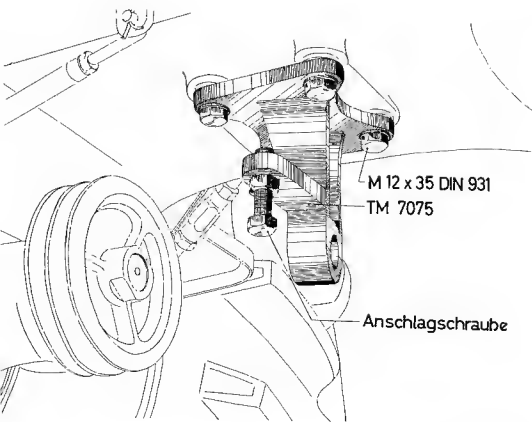
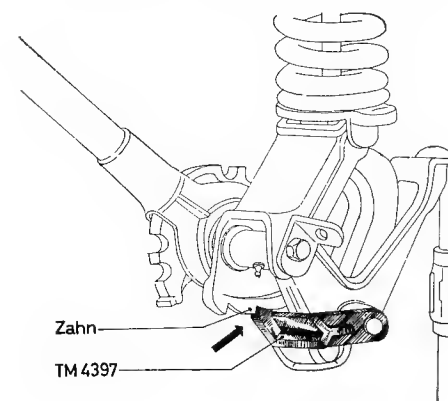

Abb. 4
Abb. 20
3. Die **vordere Lagerplatte** TM 7075 wird durch 4 Sechskantschrauben M 12×35 und den dazugehörigen Federringen an der Anschraubfläche unter dem Schlepperrumpf gemäß Abb. 4 befestigt.
Da das Mähwerk in der Feder hängt, ist zwischen Rastklinke TM 4397 und Zahn ein Spiel festzustellen. Die Anschlagschraube an der vorderen Lagerplatte (Abb. 4) ist nun so weit herauszudrehen, bis das Spiel zwischen Rastklinke TM 4397 und Zahn nur noch 1–2 mm beträgt (Abb. 20). Dadurch wird ein ungewolltes Lösen der Rastklinke vermieden und gleichzeitig die richtige Einstellung der Anschlagschraube für die Schwadstellung erreicht.
- Die Anschlagschraube an der vorderen Lagerplatte TM 7075 (Abb. 4) der Mähbalkenhalterung ist so einzustellen, daß in der Senkrechstellung des Mähbalkens – bei voller Aushubhöhe – die Anschlagschraube möglichst spielloos Anlage erhält.